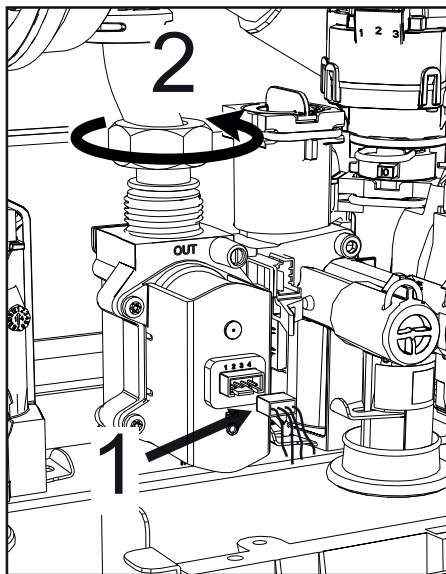

fig. 51 -
- Deconectați conectorii electrici "1" („fig. 51 -”).
- Deconectați furtunul de alimentare cu gaz "2" („fig. 51 -”).